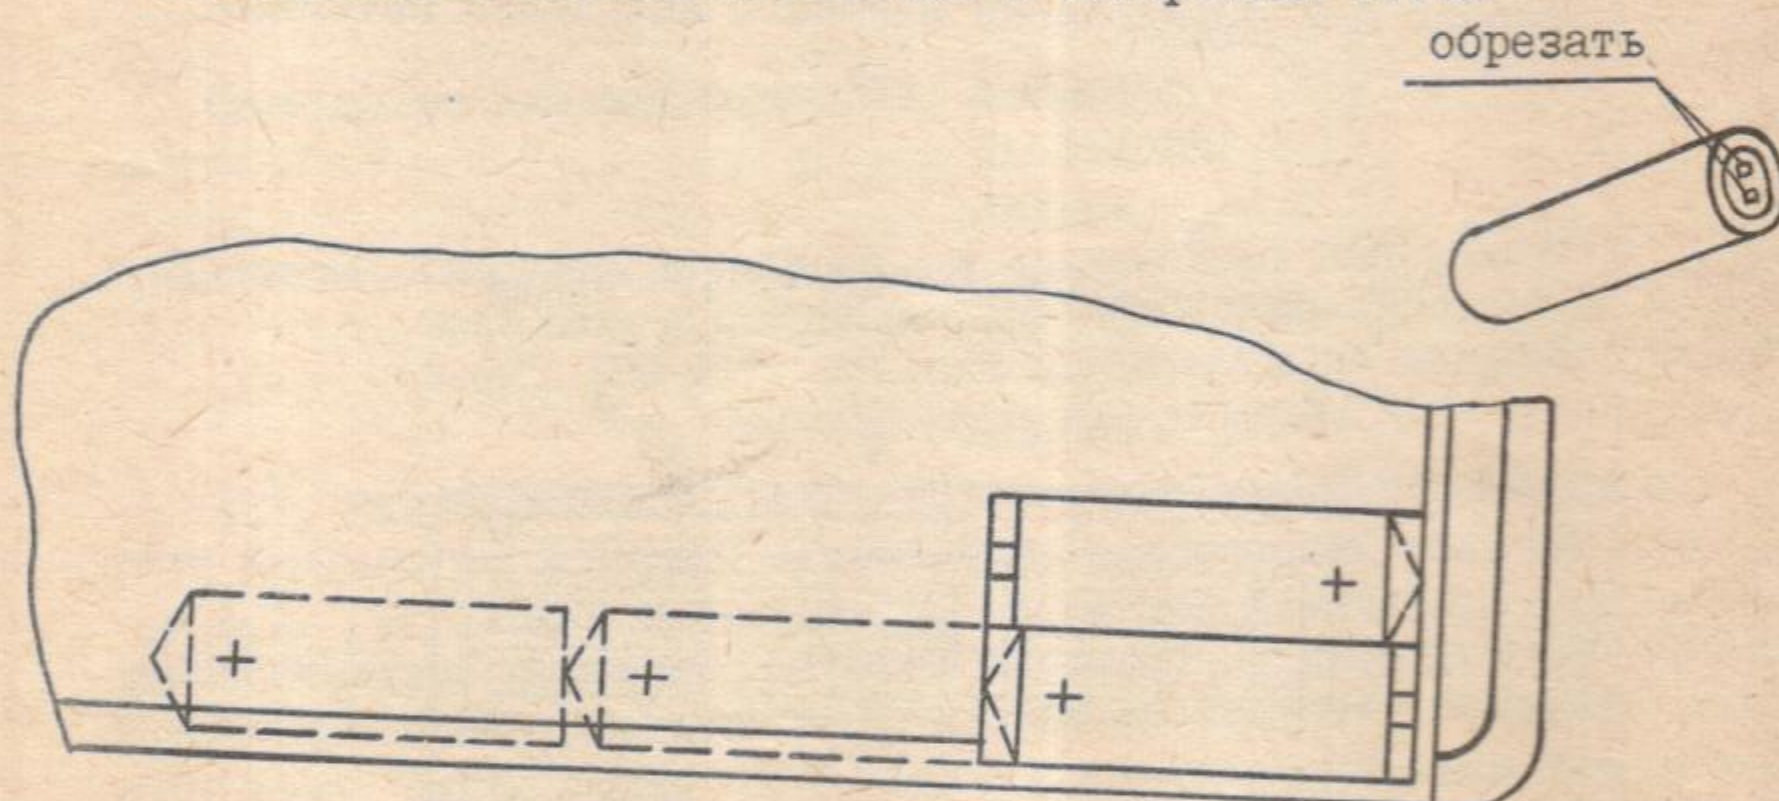

Рис.3
5.1. В качестве источников питания радиоприемника используются четыре элемента типа АЗІ6 Квант или АЗІ6 Прима. Перед установкой элементов питания необходимо обрезать два пластмассовых штырька на контактной поверхности минусового полюса элемента (рис.3).
Уложите в батарейный отсек четыре элемента питания в соответствии со схемой, изображенной внутри отсека и на рис. 3.